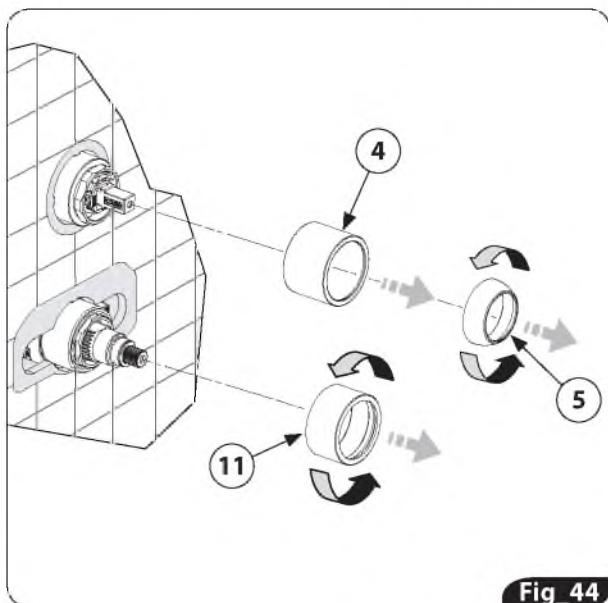

Fig. 44
3. Svitare il canotto (11) e la ghiera di copertura (5), sfilare il canotto (4). (fig. 44)
3. Unscrew the bush (11) and the ring (5), then pull out the bush (4). (Fig. 44)